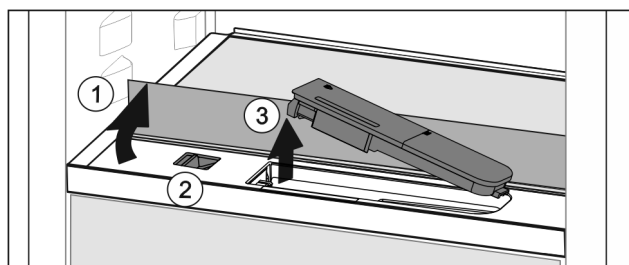

Fig. 119
- ▶ Levante la plancha de cristal y pliéguela hacia atrás hasta que haga tope *Fig. 119 (1)*.
- ▶ Desplace el control deslizante *Fig. 119 (2)* hacia la izquierda.
- ▶ Retire el depósito de agua *Fig. 119 (3)*.